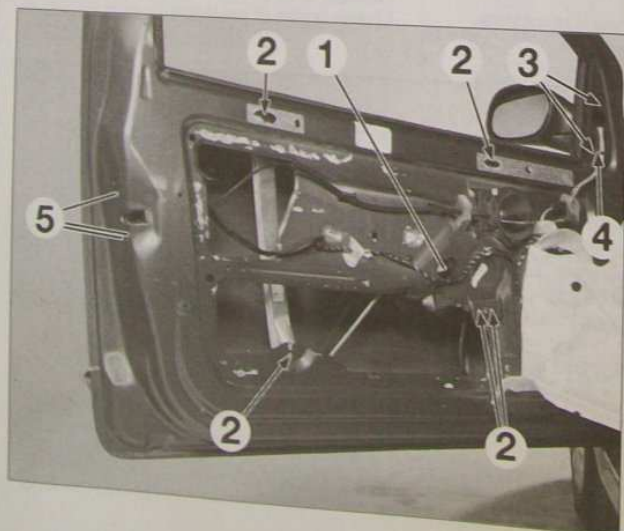

FIG.36
- Débrancher le connecteur du moteur de lève vitre (1) (Fig.36).
- Percer la tête des rivets en (2).
- Déposer les vis de fixation (5) de la serrure (Fig.36).